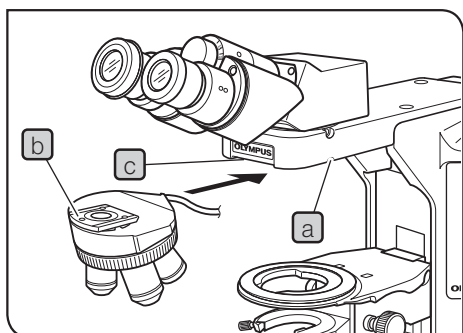

Fig. 55
6 Colocar o revólver porta-objectivas (fig. 55 & 56)
- 2 Ligue a ficha do cabo de alimentação **c** à tomada de parede **d** (fig. 55).
- 2 Ligue a ficha do cabo de alimentação **g** à tomada de parede **h** (fig. 55).